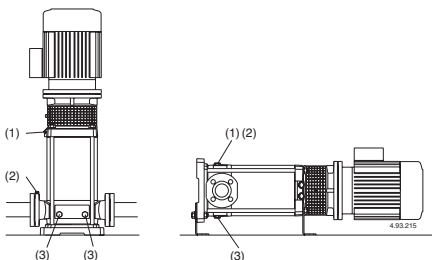

Abb. 4 (1) Auffüllung und Entlüftung:
Bei Installation der Pumpe über dem Wasserspiegel (Saugbetrieb, **Abb. 3A**) oder mit zur Öffnung des Rückschlagventils ungenügender Zulaufhöhe (weniger als 1 m) sind Saugleitung und Pumpe durch den Entlüftungsanschluß (1) zu füllen (**Abb. 4**). Zur Vereinfachung der Auffüllung wird ein Gummirohr (oder ein Rohrkrümmer) und ein Trichter verwendet.
(2) Entlüftung Saugleitung
(3) Entleerung
Wenn der **Wasserspiegel auf der Saugseite oberhalb der Pumpe** ist (Zulaufbetrieb, **Abb. 3B**) Absperrschieber in der Zulaufleitung langsam und vollständig öffnen um die Pumpe zu füllen. Dabei Schieber in der Druckleitung und die Entlüftungsöffnungen (1) (2) (**Abb. 4**) öffnen, damit die Luft entweichen kann.
Entlüftungsöffnungen (1) (2) schließen (**Abb. 4**). Bei MXV-B, MXV(L) 25-32-40 und MXV(L)4 25-32-40, die Nadelsschraube (14.17) in der Entleerungs-Verschlußschraube (14.12) (**Abb. 4b**) anziehen und die Entlüftungsbohrung (14.04) schließen.
(2) zu wiederholen, sind die Anschlüsse der Saugleitung auf Dichtheit zu überprüfen und sind der Entlüftungs-(2) und die Entleerungs-Verschlußschrauben (3) auf der Saugseite anzuziehen (**Abb. 4**).
Die Pumpe sollte wie im Fall von zeitweiser Förderung von verschmutzten Flüssigkeiten im Anschluß kurz mit sauberem Wasser durchgespült werden, um Ablagerungen zu beseitigen. Oder es ist nach der Entleerung eine Wäsche vorzunehmen, indem sauberes Wasser (wenigstens 40 Liter) in die Auffüllöffnung (1) Druckseite gegeben wird und aus der Entleerungsöffnung (3) Saugseite austritt (**Abb. 4**).